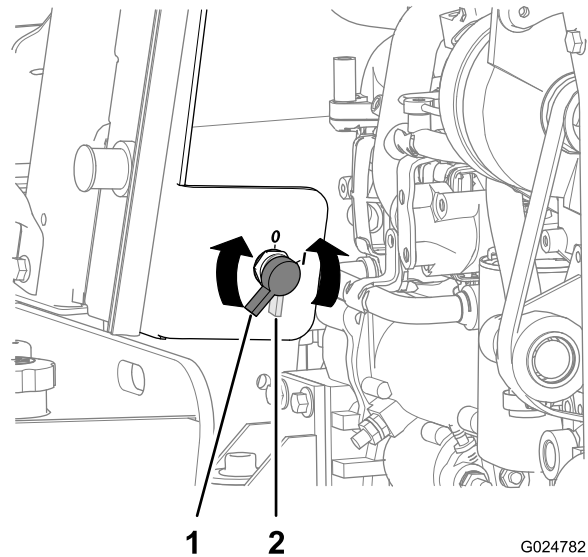

Bild 80
2. Schließen Sie das Pluskabel des Batterieladegeräts an den Pluspol der Batterie an (Bild 80).
2. Drehen Sie den Schalter zum Abschalten der Batterie nach links in die Aus-Stellung (Bild 80).
8. Drehen Sie den Schalter zum Abschalten der Batterie nach rechts in die Ein-Stellung (Bild 80).